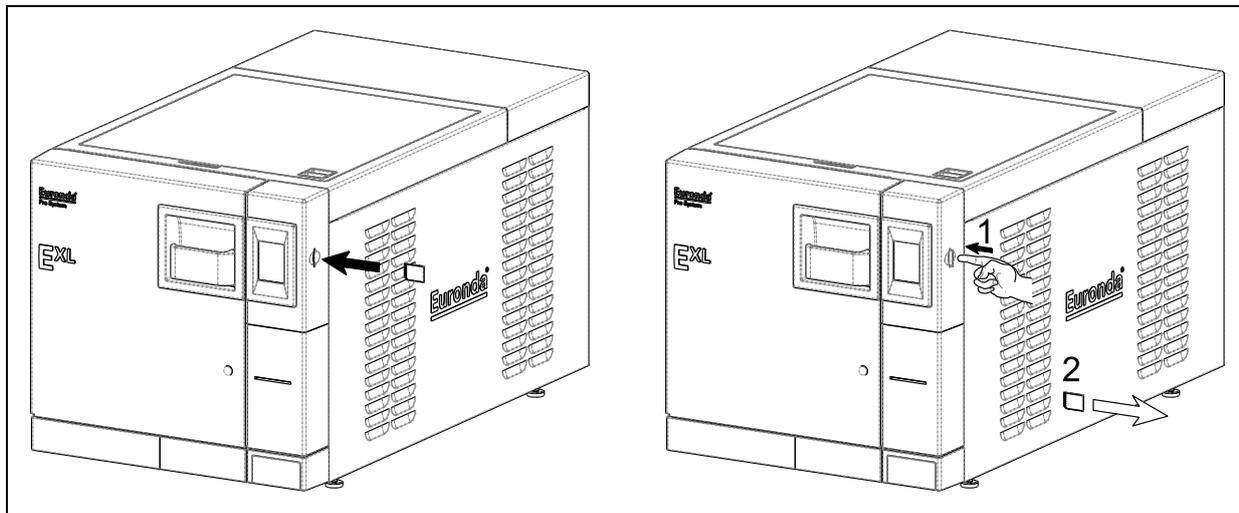

Abb. 6.8-1
2. Die Verschlusschraube des oberen Deckels öffnen, den mitgelieferten Trichter in die Öffnung setzen (1 in Abb. 6.8-1) und das entmineralisierte Wasser von Hand einfüllen. Dabei die im Kap. 5.3 „Technische Daten“ angegebene Menge beachten. Den in der Einfüllöffnung angegebenen MAX Füllstand nicht überschreiten. Das Wasser kann auch über den Deionisator (Option, Anhang 10) zugeführt werden. Für die Installation dieser zusätzlichen Einrichtung wird auf die mit dem Deionisator gelieferte Bedienungsanleitung „Aquafilter“ verwiesen.
1 Den Frischwassertank mit neuem, sauberem Wasser füllen (1 in Abb. 6.8-1).